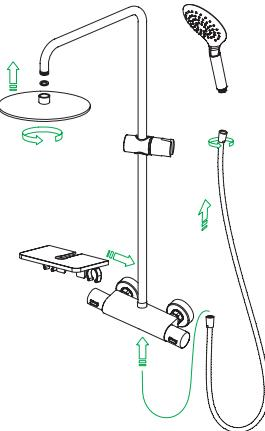

Рис. 8 / 8-сур.
- Установите верхнюю душевую насадку, душевой шланг и ручную лейку. Чтобы установить полку проведите душевую стойку в отверстие полки и легким надавливанием вниз защелкните полку на смесителе. Вы можете снять ее при необходимости в любой момент (рис. 8).